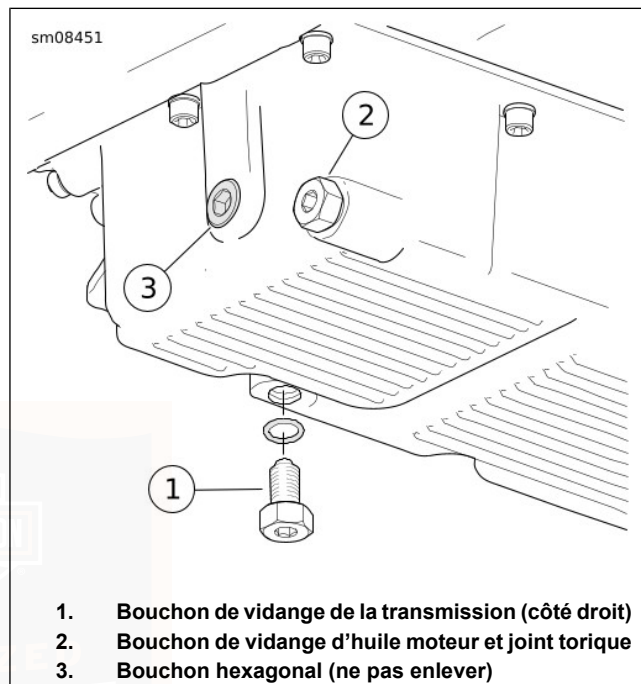

Figure 68. Carter d'huile
2. Voir Figure 68. Enlever le bouchon de vidange de la transmission. Vidanger la transmission.